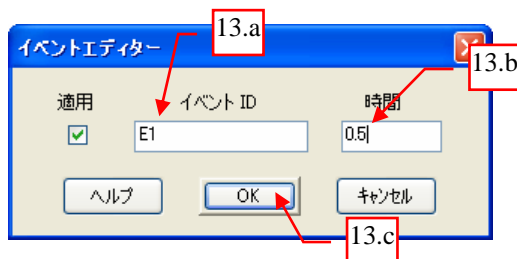

図 8
13. “イベントエディター” ダイアログボックスに以下の通り入力します。 図 8 参照